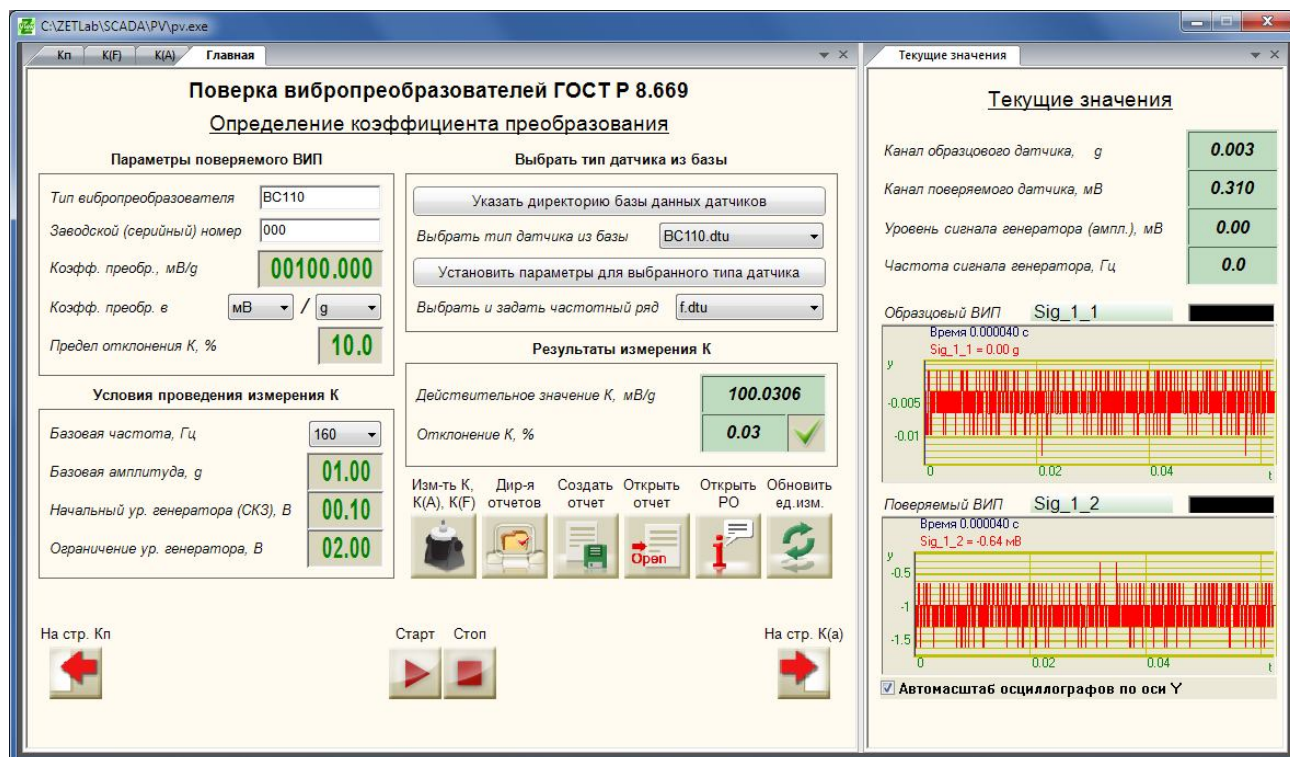

Рисунок 8.5. Результат измерений коэффициента преобразования.
9. По окончании проверки в рамке «Результаты измерения К» отобразятся действительное значение коэффициента преобразования и его отклонение от номинального значения на цифровых индикаторах и результат проверки на рисунке-индикаторе (Рисунок 8.5).